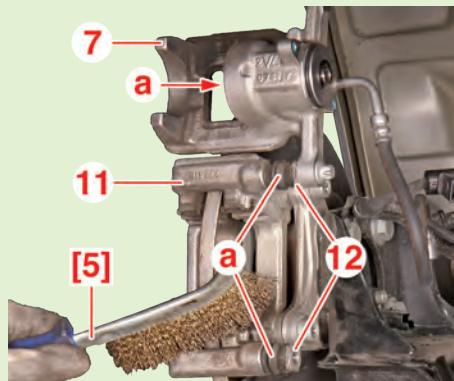

Fig.10
- A l'aide d'une brosse métallique [5], nettoyer (Fig.10) :
- le support d'étrier (11),
- l'étrier de frein (7).